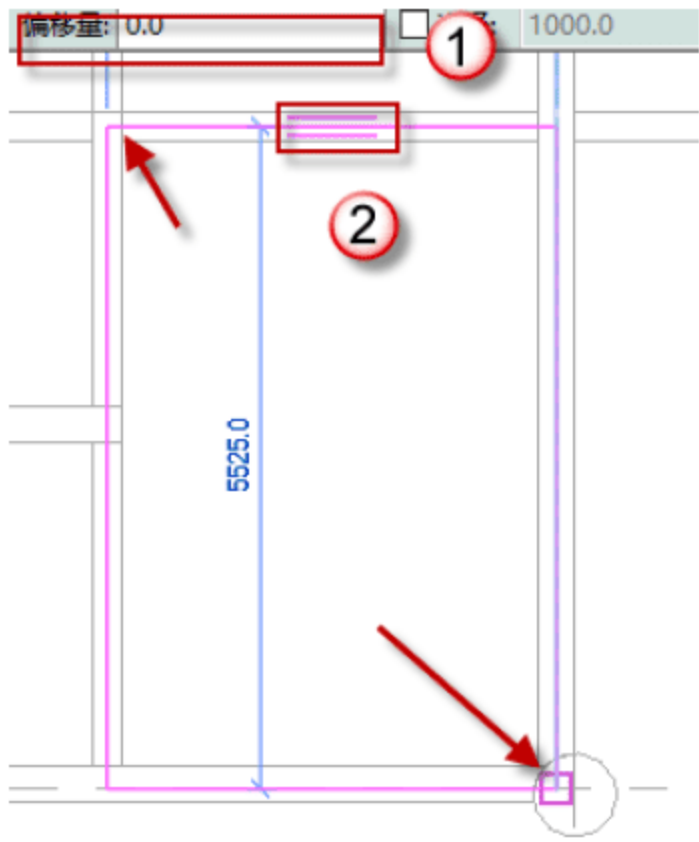

图 4.3.46 绘制 22 号板
(21) 绘制 22 号板，单击“矩形”按钮，绘制 22 号板，调整跨方向，将偏移量设置为 50，单击√按钮，完成绘制，如图 4.3.46 所示。